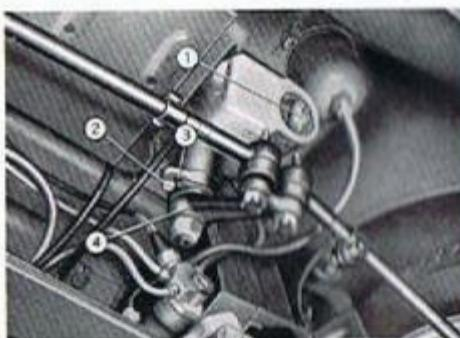

Fig. 44: Justering af spillerummet mellem snekkens rulleleje og sektor.
- Bolten (2, fig. 44) løsnes, og den ekscentriske bønning med justerpladen drejes således, at sektoren kommer nærmere snekken. Pladen drejes så langt, at det andet hul kan benyttes til monteringsbolten.
Ved hjælp af møtrikken (1, fig. 44), der er anbragt for enden af styrehuset, justeres lejet.